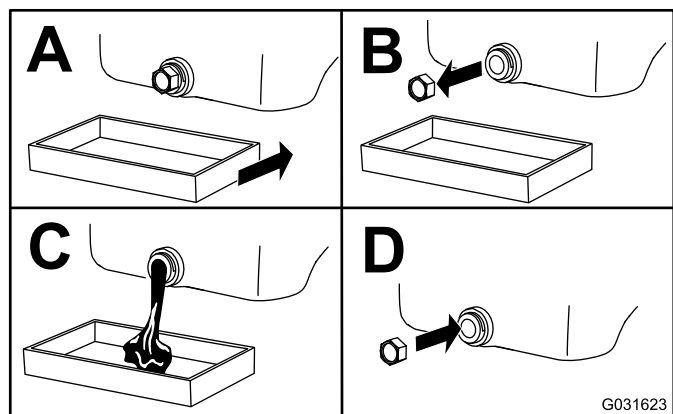

Figura 42
5. Cambie el aceite del motor, según se muestra en la Figura 42.